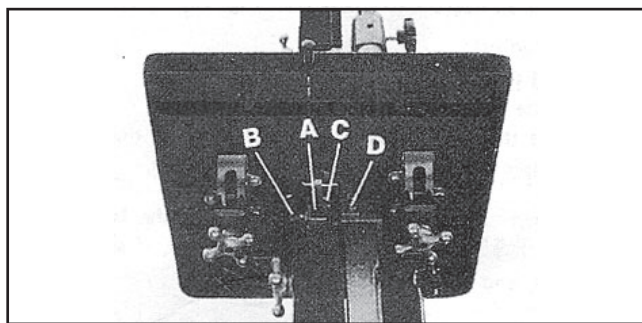

Figura 22
Afloje los dos tornillo (B) Figura 22 y mueva las guías (A) tan cerca como sea posible de los lados de las cuchillas, con cuidado de no dañar la cuchilla. Después ajuste el tornillo en forma de perilla. (B).
El soporte inferior de la cuchilla (C) Figura 22 deberá ser ajustado a 1/64" (0.4mm) por la parte trasera de la cuchilla girando el tornillo hexagonal (D).